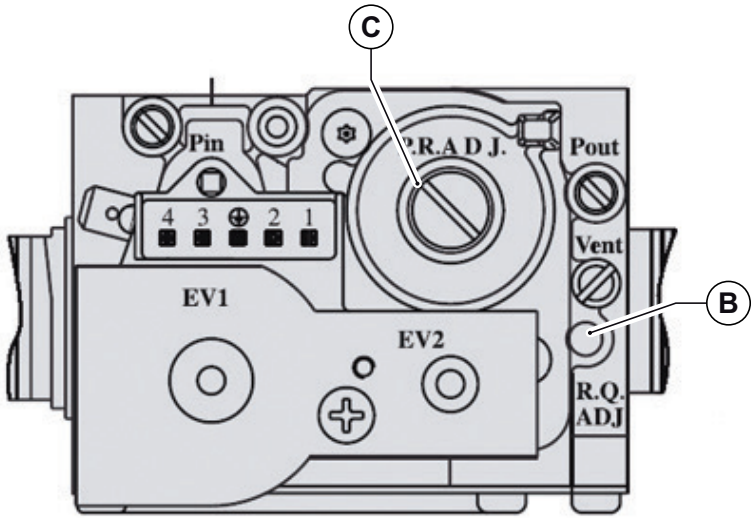

Fig. 32 Regolazione valore anidride carbonica
- Regolare il valore dell'anidride carbonica (CO2) nei fumi ruotando il regolatore di rapporto **B** (vedi Fig. 32 Regolazione valore anidride carbonica) e assicurarsi che rientri nei limiti della Tab. 23 Valori di CO2 nei fumi. Lasciare la caldaia in modalità spazzacamino e portarsi al passo successivo di regolazione alla potenza minima.
- Regolare il valore dell'anidride carbonica (CO2) nei fumi ruotando il regolatore di offset **C** (vedi Fig. 32 Regolazione valore anidride carbonica) e assicurarsi che rientri nei limiti della Tab. 23 Valori di CO2 nei fumi.